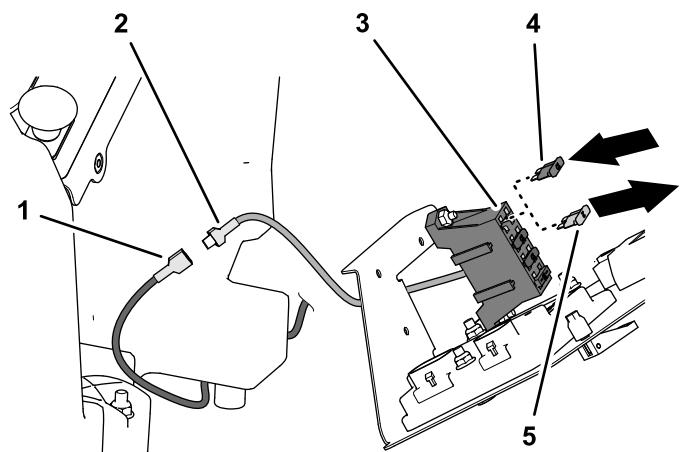

Figura 41
2. Enrute el cable de alimentación auxiliar (aislamiento verde) del arnés de cables (kit) hasta el compartimiento de controles del operador (Figura 41).
3. En el bloque de fusibles (Figura 41), conecte los siguientes pares de cables:
4. Instale el fusible (10 A) en el zócalo del bloque de fusibles (Figura 41).